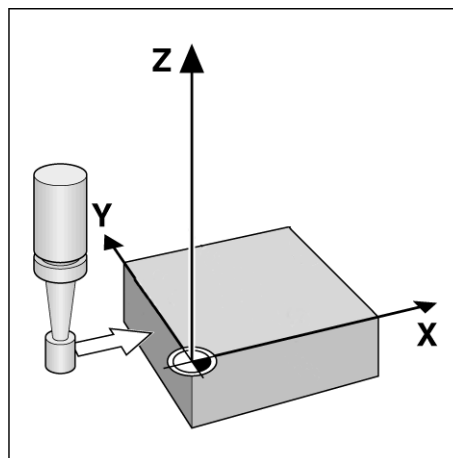
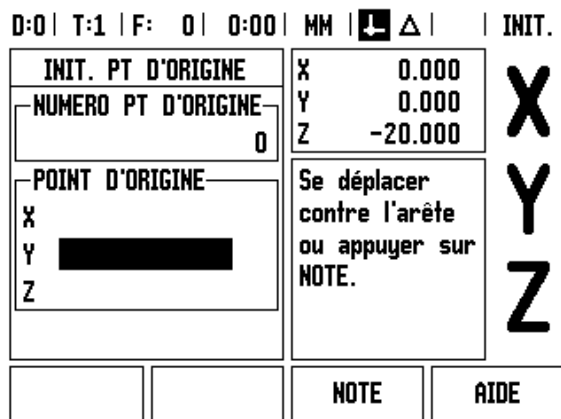

fig. I.31 Initialiser le point d'origine avec un palpeur d'arêtes
fig. I.32
**Exemple: Palper les arêtes de la pièce et initialiser le coin comme point d'origine.** Cf. fig. I.31 & fig. I.32.